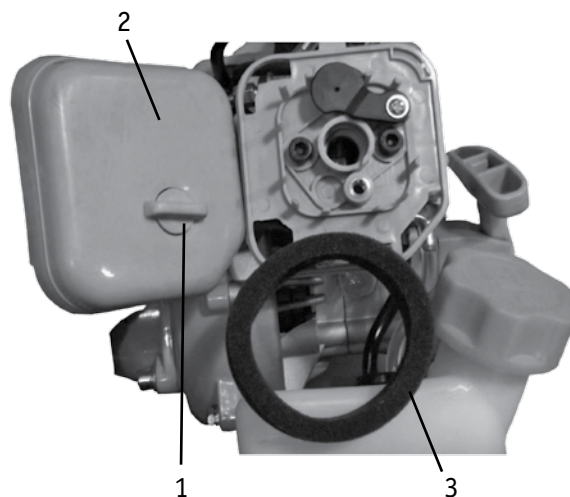

Рис. 10
1. Открутите винт (1), снимите крышку (2) **(рис. 10)**.
2. Снимите воздушный фильтр (3) **(рис. 10)**, проверьте его на отсутствие повреждений.